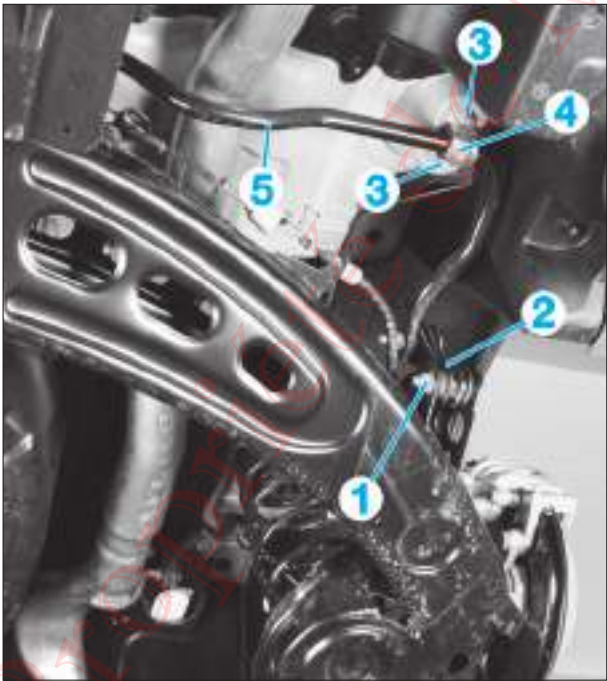

FIG. 24
- De chaque côté, déposer (Fig.24) :
- la fixation (1) de la biellette de barre stabilisatrice (2) sur l'essieu arrière,
- les fixations (3) de l'étrier (4).
- Sortir la barre stabilisatrice (5).